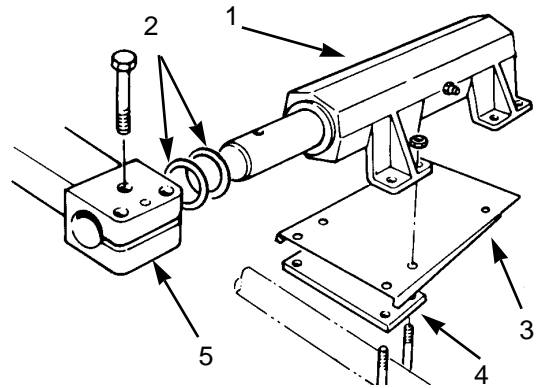

図5
固定ヘッド・キット・アセンブリ（図5）を各カuttingユニットに取り付けます（キットについているカバープレート、姿勢調整プレート、Uボルト、ロックワッ
1. 各昇降アームから3本のボルト（図5：メートルネジ）を外す。
5. 昇降アーム・ボルト（3本；図5）を元通りに取り付けるが、まだ締め込まない。